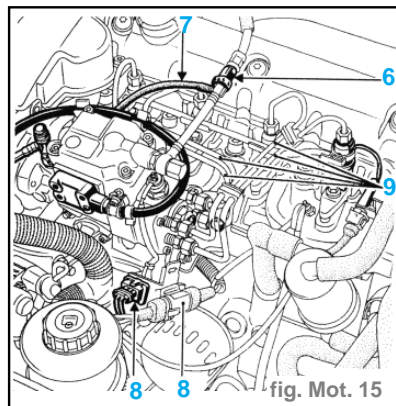

fig. Mot. 15
- les quatre tuyaux haute pression (9). (fig. Mot. 15)